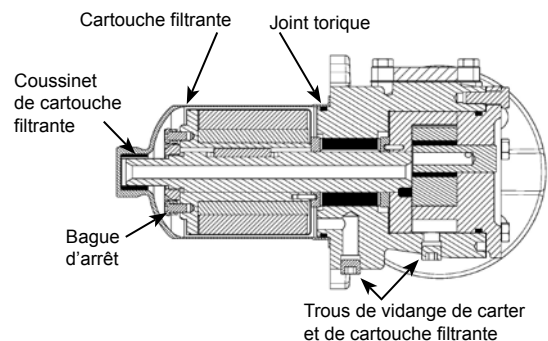

FIGURE 9
- Retirer les (2) vis à tête ronde de 4 mm et la bague d'arrêt. Insérer une barre en laiton dans les dents du rotor au travers d'un orifice et retirer le contre-écrou. Déposer l'ensemble d'aimants intérieurs en le faisant coulisser (voir les figures 9 et 10). Rappel : ces aimants sont très puissants. Pour tout démontage supplémentaire de la pompe, voir l'étape 6 de **DÉMONTAGE DE LA POMPE**.
Ne pas poser les doigts entre la bride de fixation de la pompe et la face du support. Procéder avec soin pour sortir l'aimant intérieur de l'aimant extérieur (voir la figure 9). Si la pompe n'est pas complètement sortie, elle risque de rentrer brusquement dans l'aimant en pinçant un doigt ou la main. Une fois l'aimant intérieur retiré du support, faire attention en le posant car il attire tout objet en fer ou en acier.